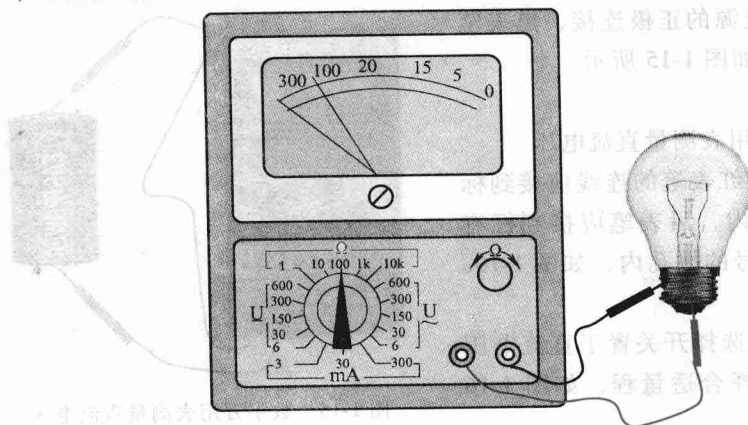

图 1-14 测量灯泡电阻
4) 测量灯泡电阻：将红、黑表笔接于灯泡的两端测量灯泡电阻，如图 1-14 所示。